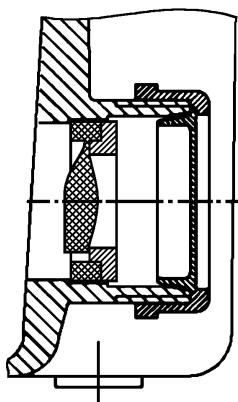

Fig. 4
- Обратный клапан (рис.4) вставляется до упора в нижнее входное отверстие, причем клапан должен открываться в направлении сборной емкости. После этого, как уже описано выше, подсоединяется входной трубопровод прибора.